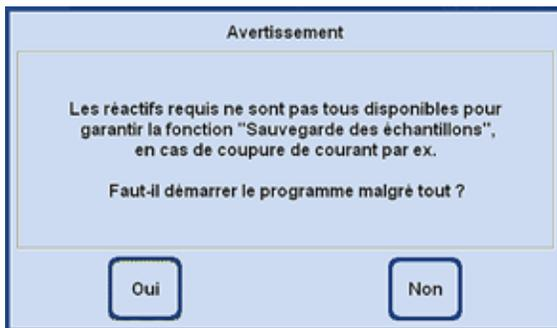

Fig. 245
- Si un réactif est utilisé au début du programme, pour lequel il n'y a pas de réactif sûr dans l'appareil, un message correspondant apparaît (fig. 245). Le démarrage du programme n'est quand même **PAS** bloqué.